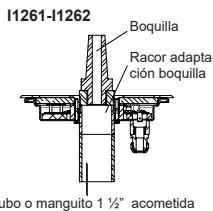

Fig. 1
3.1 - Proyector sobre la tubería (Fig.1):